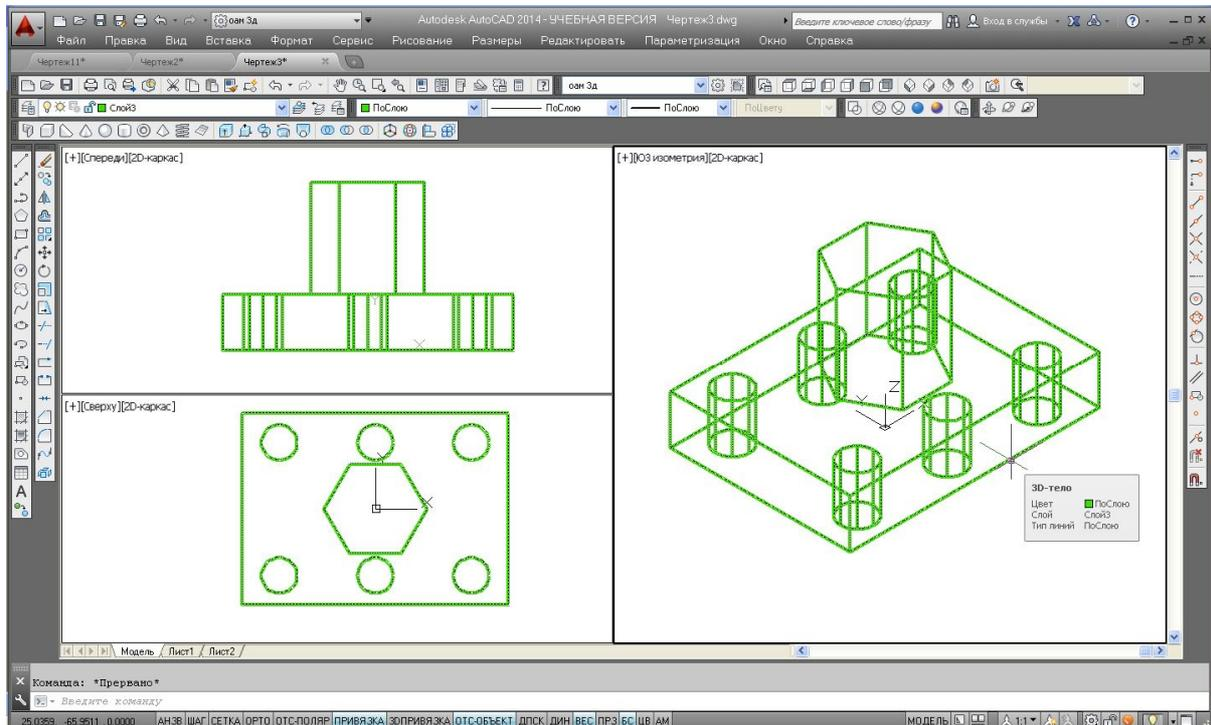

Рис. 79. Операция **Объединение** 3D-тел
9. Выполнить объединение двух тел (3D-тело = Тело шестиугольника + Тело призмы с отверстиями) с помощью операций **Моделирование** → **Объединение**  (рис. 79).